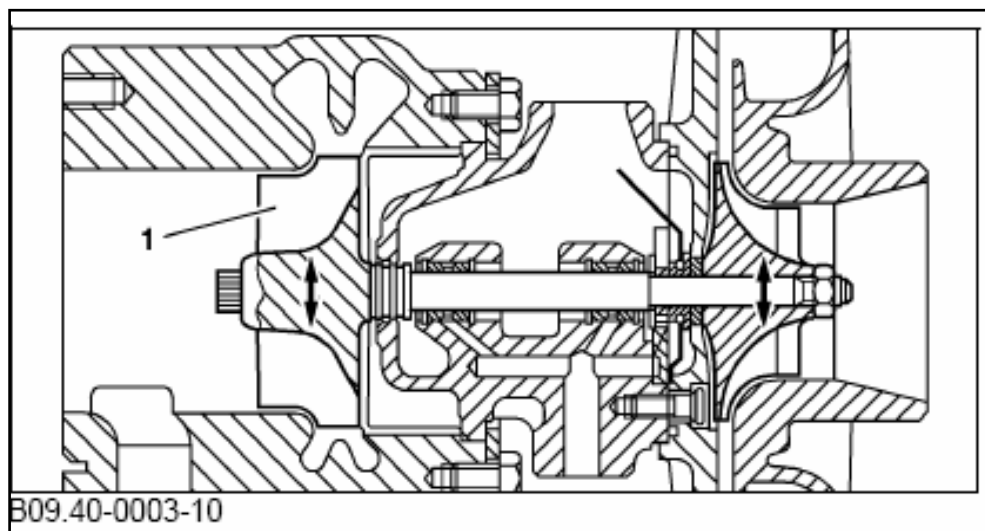

Figura 2. Revisión de Juego Radial.
- 1.1 Gire a mano el ensamble de eje mientras aplica una presión lateral igual en las ruedas de la turbina y el compresor. Ninguna de las dos ruedas debe rozar el armazón. **Vea la Figura 2.**